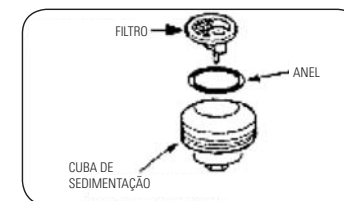

FIGURA 9.4
3. Reinstale o copo e o anel O'ring de vedação. Figura 9.4.